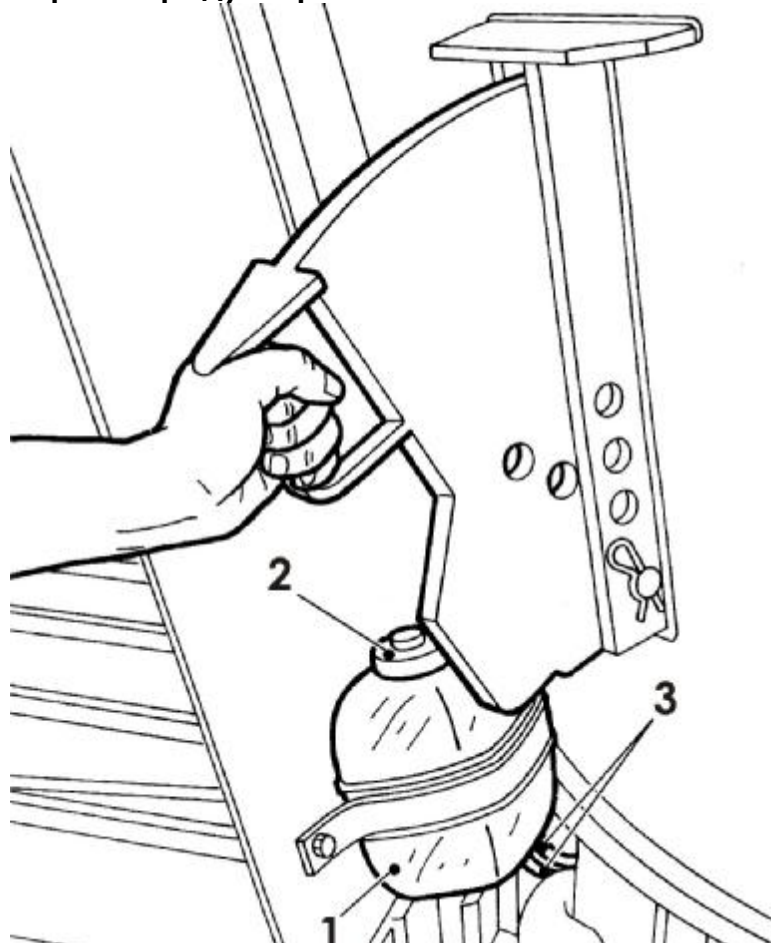

Рис.21 Расширительный бак
3. Расширительный бак 1 (рис. 21) оснащен двумя трубками 3: одна для заправки масла в редуктор, другая для отдушины. Отвинтить хомуты крепления трубок к баку, вытащить трубки из бака и, при помощи ручного нагнетателя подавать масло в трубку до тех пор, пока из другой трубки не пойдет масло без воздушных пузырьков (принцип прокачки тормозной системы на автомобиле).